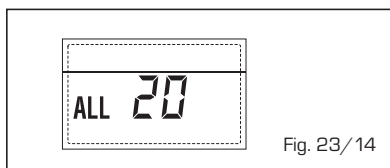

Fig. 23/14
- **ANOMALÍA AVERÍA SONDA IMPULSIÓN PRIMERA ZONA MEZCLADA "ALL 21"** (fig. 23/15)